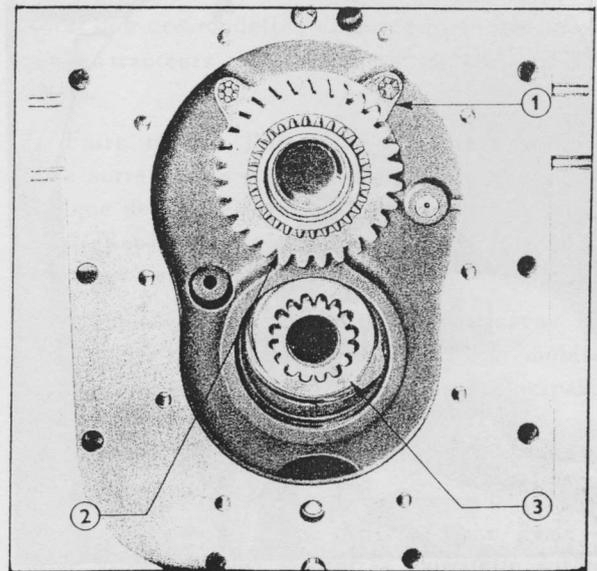

Fig. 22 = Plaque d'arrêt d'Arbre de sortie principal
2. Placer la plaque d'arrêt de roulement à l'arrière du roulement; la fixer à la boîte de vitesse à l'aide de deux vis-autoserreuses (voir fig. 22).